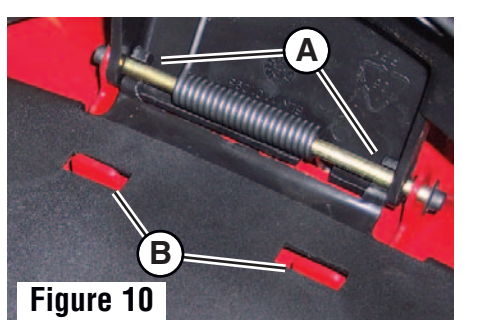

Figure 10
- Poser le déflecteur d'éjection latérale (B) sur le carter de la tondeuse. Vérifier que les pattes supérieures (A, Figure 10) du déflecteur s'engagent derrière la tige de l'obturateur de déchiquetage et que les pattes du carter dépassent à travers les rainures de blocage (B).